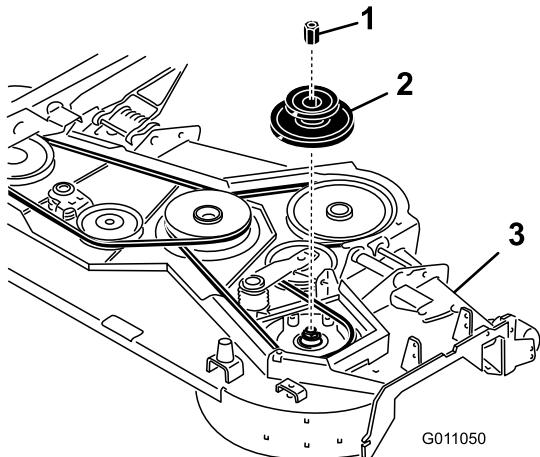

Bild 3
- Stellen Sie einen Block unter die rechte Messerspindel unter dem Mähwerk, bevor Sie die rechte Riemscheibe am Mähwerk entfernen (Bild 3). Dies verhindert, dass die Spindelbestandteile nach unten fallen, wenn die Riemscheibenmutter entfernt wird.
- Entfernen Sie die Riemscheibenmutter und die Riemscheibe (Bild 3). Heben Sie die Riemscheibe und die Mutter zur späteren Wiederverwendung sicher auf.
- Setzen Sie die neue doppelte Riemscheibe auf die Spindel und befestigen Sie mit der neuen Riemscheibenmutter (Bild 3). Ziehen Sie die Mutter mit 176-203 Nm an.